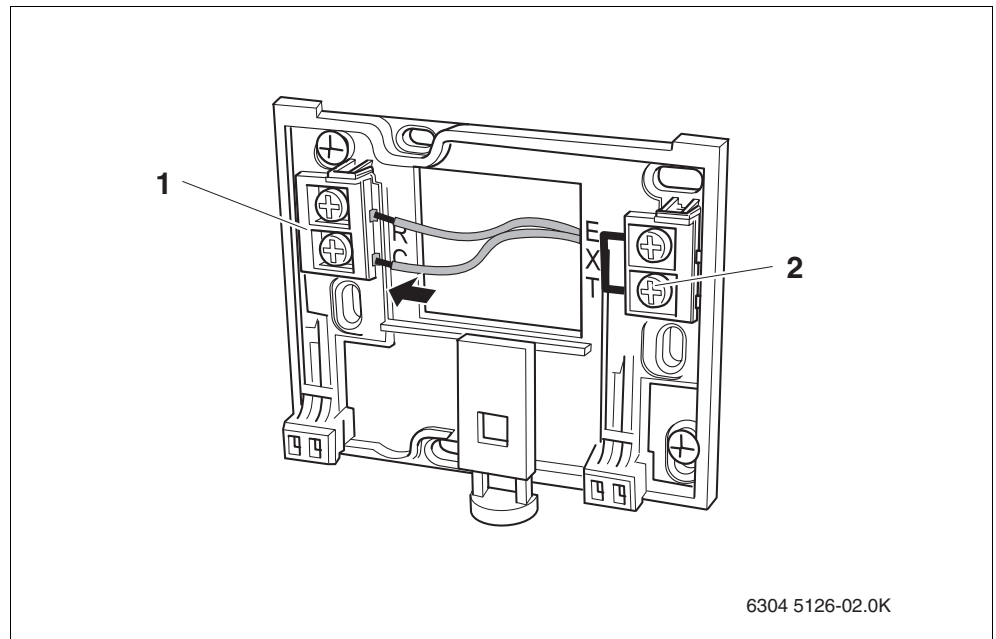

Рис. 4 Выполнение электрических подключений
- Подключите двужильный кабель шины от Energie-Management-System (EMS) к клеммам "RC" (рис. 4). Полярность жил может быть любой.
Внешний датчик комнатной температуры нельзя подключать к клеммам "EXT" (рис. 4, **поз. 2**). Клеммы "EXT" у комнатного регулятора RC20 не задействованы.